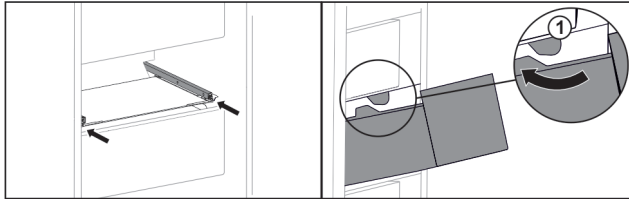

Fig. 136
- ▶ Før skuffen omkring stoppene Fig. 136 (1).